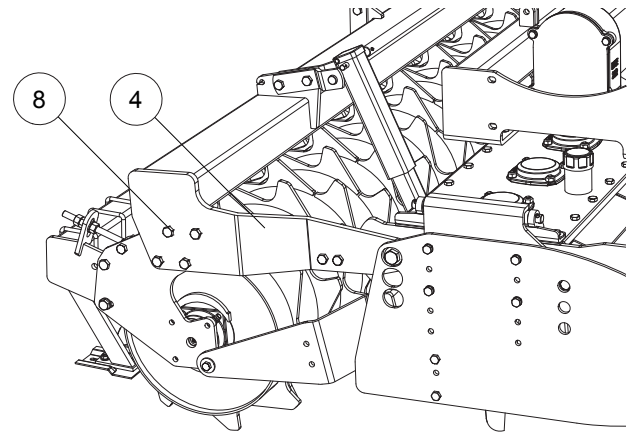

FIG. 10
- Die Walzengruppe aufbauen. Die Schrauben (8, "Fig. 10") der Walzenträger an den Arm (4) befestigen.